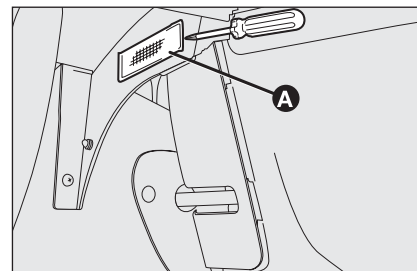

fig. 43
- mediante il cacciavite in dotazione, estrarre la plafoniera **A**-fig. 43 agendo nel punto indicato.